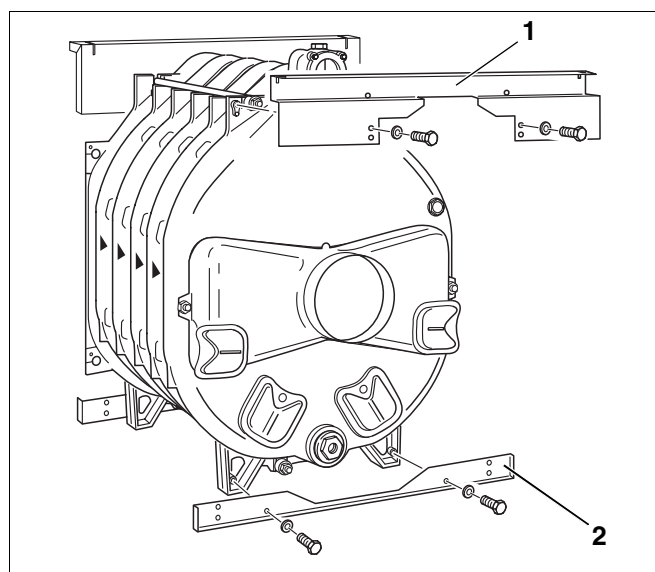

Рис. 31 Установка задних траверс
- Установить поперечную траверсу вверху сзади (рис. 31, **поз. 1**) на литых выступах и закрепить болтами (M 8 x 15) к задней секции. Отбортовка верхней поперечной траверсы должна быть направлена **вперед**.
- Прикрутить нижнюю поперечную траверсу (рис. 31, **поз. 2**) двумя болтами (M 8 x 15) к ножкам задней секции. Отбортовка нижней поперечной траверсы должна быть направлена назад.